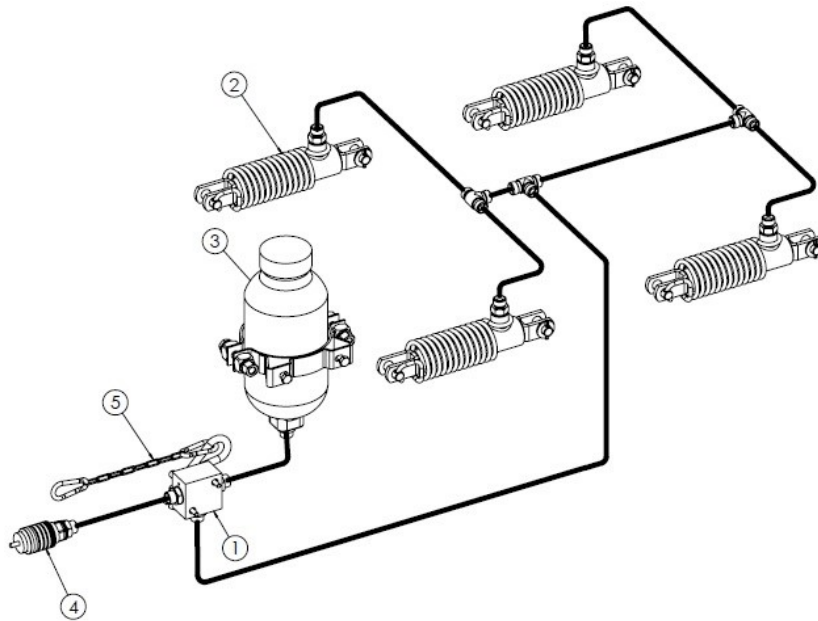

Рисунок 11-й. Гидравлическая тормозная система 1-проводная
- гидравлическая однопроводная тормозная система (Рисунок 11),
По желанию разбрасыватель может быть оснащен гидравлической 1-проводной тормозной системой (рис. 11). Тормоз приводится в действие с места водителя путем нажатия на педаль тормоза трактора. Тормоз разбрасывателя питается и приводится в действие непосредственно от гидравлической тормозной системы трактора. В случае непреднамеренного отсоединения разбрасывателя от муфты трактора аварийный клапан (1) посредством цепи (5) приводит в действие тормоза агрегата.